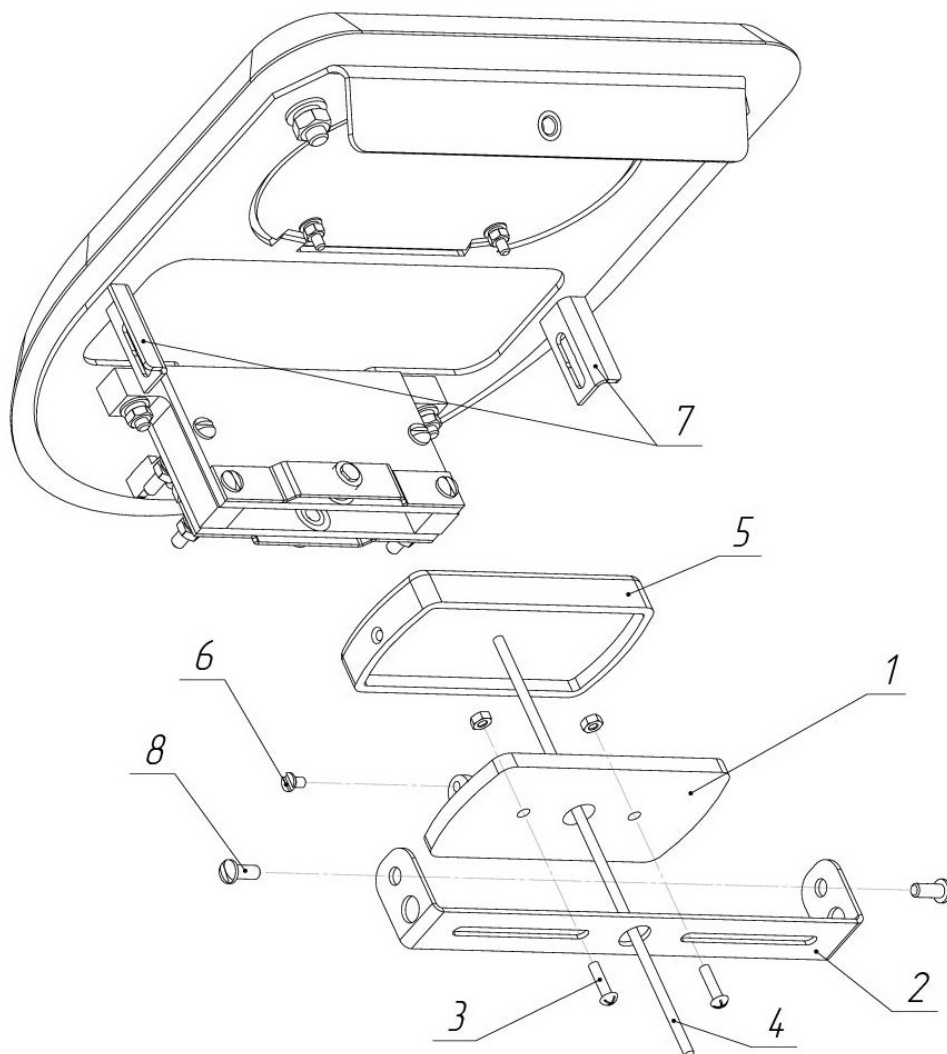
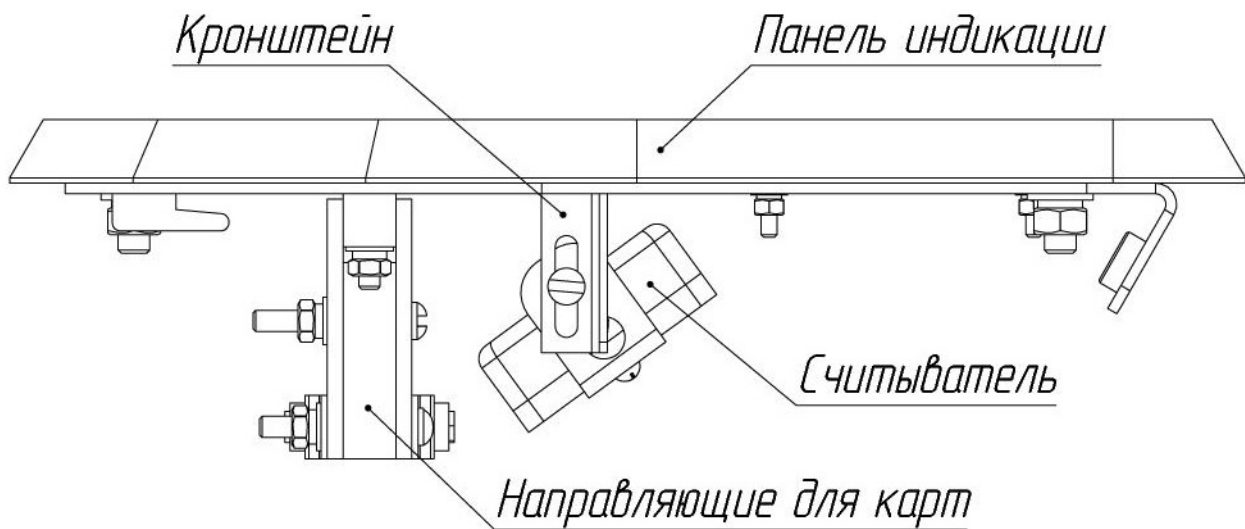

Рис. 11. Схема установки считывателя бесконтактных карт
Рис. 12. Рекомендуемый вариант установки считывателя бесконтактных карт
Подключение контроллера СКУД к картоприемнику осуществляется с помощью трех групп контактов: “Take Card-GND”, “Free Pass-GND” и “Card Inside”. Расположение контактов показано на рис. 12.
6.5.3. Выкрутите 2 винта М4 (8, рис. 11) и снимите универсальный кронштейн для считывателей (2, рис. 11).
6.5.4. Разберите считыватель, выкрутив винт М3 (6, рис. 11), и установите его нижнюю часть (1, рис. 11) на кронштейн, используя крепеж (3, рис. 11).
6.5.5. Заведите кабель считывателя (4, рис. 11) в отверстие кронштейна, установите верхнюю часть считывателя (5, рис. 11). Закрутите винт М3 (6, рис. 11).
6.5.6. Зафиксируйте кронштейн на держателях (7, рис. 11), используя винты М4 (8, рис. 11). Рекомендуется устанавливать считыватель под углом 40...50° к направляющим для карт (рис. 12). В этом случае гостевые и постоянные карты будут считываться одинаково хорошо.